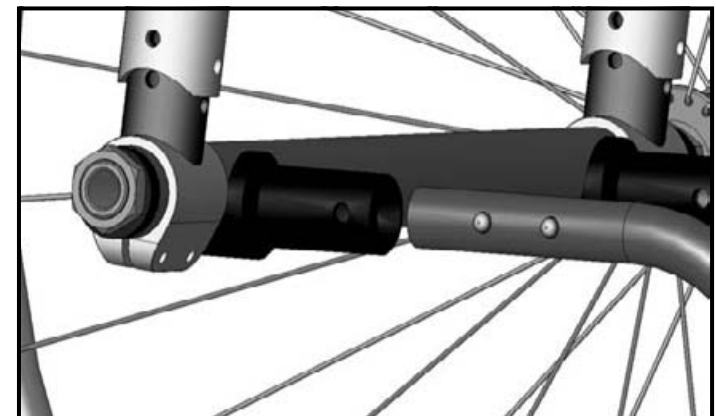

Fig. 26
1. Installing Anti-Tips (Fig. 26)